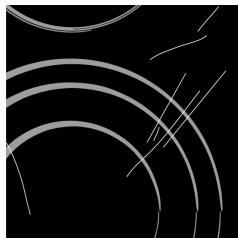
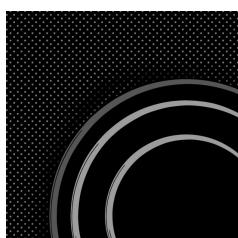

рис. 1
рис. 2
**Каждый раз перед использованием** сотрите пыль со стеклокерамической поверхности и дна посуды, устранивте возможные инородные предметы, которые могут повредить стеклокерамическую поверхность (рис. 1).
**Внимание:** металлические губки, абразивные чистящие средства царапают стеклокерамическую поверхность. Также нельзя использовать для очистки стеклокерамики агрессивные чистящие спреи и не предназначенные для стеклокерамики жидкые очистители (рис. 1 и рис.2).
**Нанесенные обозначения** могут стираться вследствие использования агрессивных и грубых чистящих средств, а также посуды с повреждениями дна (рис.2)
Дверцу духовки полностью откройте и откиньте съемные язычки до конца назад (рисунок 1). Затем медленно закрывайте дверцу, чтобы язычки наскоцили на отверстия. Приблизительно при 15° (относительно закрытой дверцы) дверцу немного поднимите и извлеките из обоих отверстий шарниров на корпусе аппарата (рисунок 2). Установку произведите в обратном порядке.